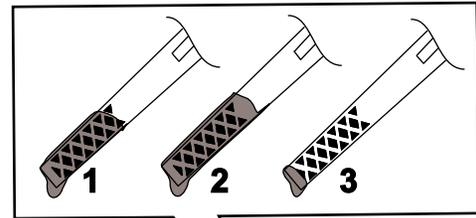

Figure 6
2. Retirez la jauge (Figure 6).
3. Versez **lentement** l'huile par l'orifice de remplissage, attendez quelques minutes puis vérifiez le niveau d'huile sur la jauge, en l'essuyant sur un chiffon propre et en l'insérant dans l'orifice, **mais sans visser** le bouchon (Figure 6).
**Remarque:** Versez de l'huile dans le carter moteur jusqu'à ce que la jauge indique le niveau correct, comme illustré à la Figure 6. Si vous remplissez excessivement le carter moteur, vidangez l'excédent d'huile comme expliqué à la section Vidange et remplacement de l'huile moteur.